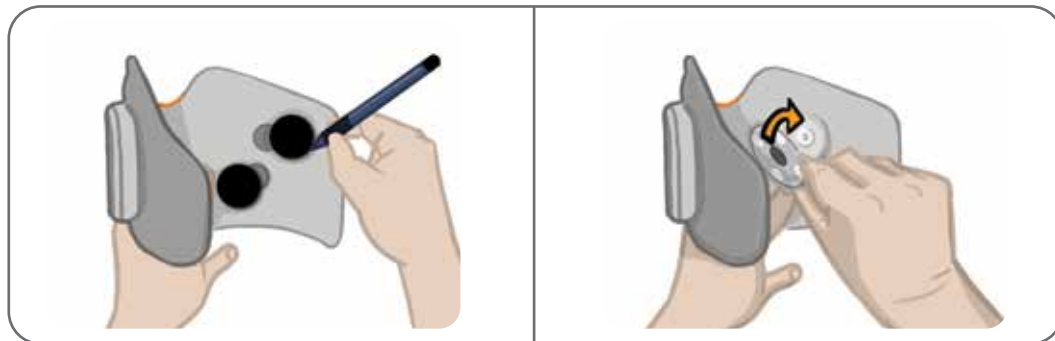

Figura 8-7. Segnare la posizione delle basi per elettrodi (sinistra)
2. Marcare con un pennarello indelebile, sul rivestimento del gambale per la parte inferiore della gamba, la posizione delle basi per elettrodi utilizzate (Figura 8-7).